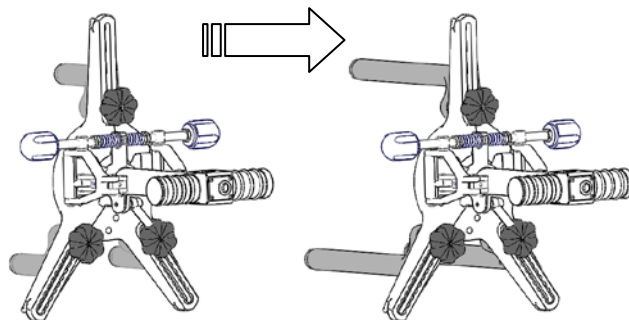

Fig. 2
- Per farlo, svitare le viti con intaglio a stella e sostituire i portamagneti lunghi 100 mm con i nuovi portamagneti lunghi 265 mm o 315 mm compresi nella fornitura (standard AXIS500). (Fig. 2)